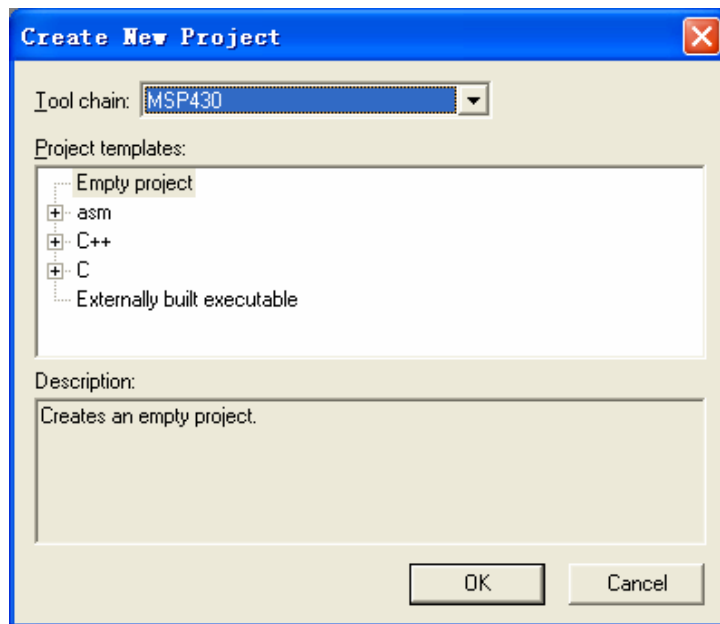
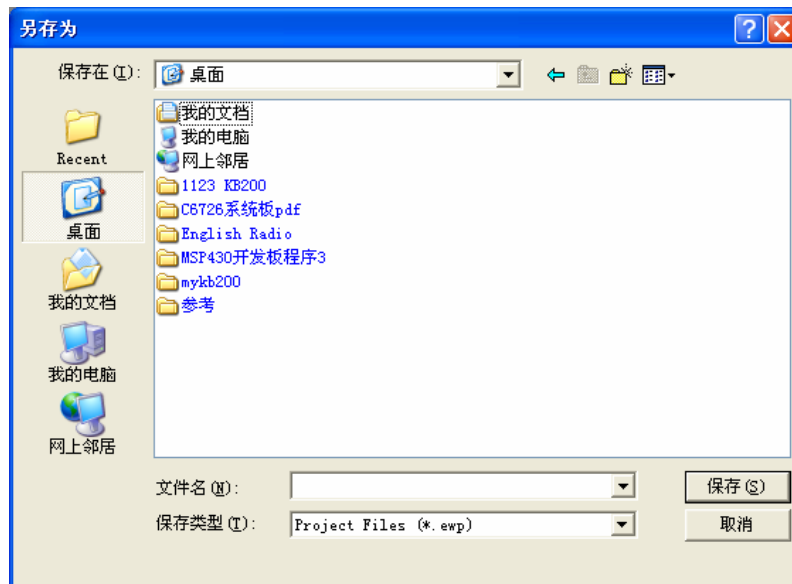

图 2.1
图 2.2
1、创建一个新的项目，选择 **Project>Create New Project**。可以看到图 2.1。我们选择项目模板 **Empty project** 后，会出现另存为的对话框如图 2.2 所示，选择文件的保存位置并在文件名一栏输入项目名字，单击确定就可以了。这样将建立一个空的不包含任何文件的项目。
2、也可以选择最后一行 **+ c**，单击 **C** 旁边的 **+**，选中下面新出现的 **main**，单击 **OK** 以后新建一个带有一个 **main.c** 源文件的项目。单击 **OK** 后同样会出现图 2.2 的画面，进行类似操作保存即可。